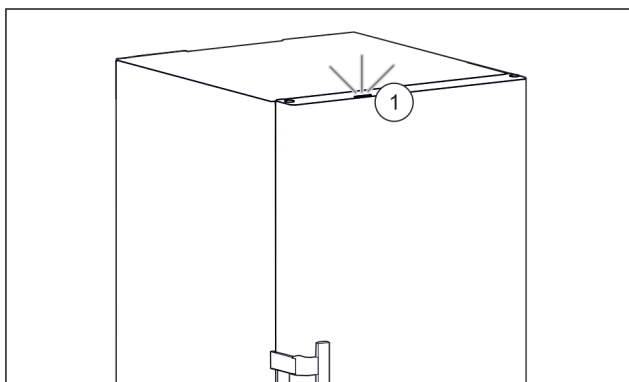

Fig. 90 Aktivno svjetlo statusa kada su vrata zatvorena
- Svjetlo statusa Fig. 90 (1) je aktivirano.